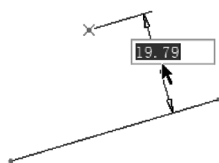

图 2-51 标注点和直线之间的距离尺寸
- 3) 在欲放置尺寸文本的位置处单击鼠标中键，并确定尺寸值。标注示例如图 2-51 所示。